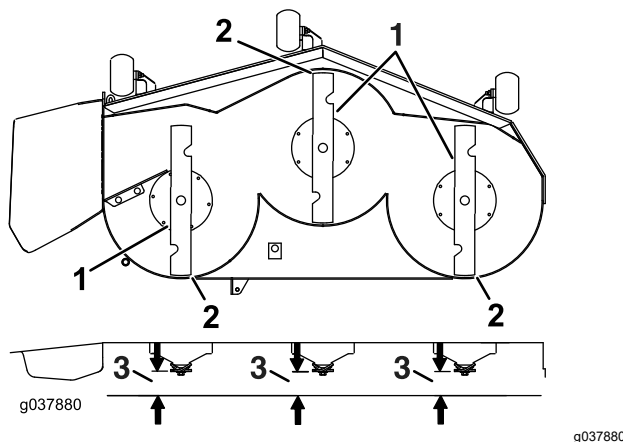

Figure 105
7. Vérifiez l'inclinaison avant/arrière des lames (Figure 105). Vérifiez que la pointe avant de la lame est plus basse que la pointe arrière, comme montré dans le tableau de hauteur de cales et d'inclinaison. Si un réglage est nécessaire, poursuivez cette procédure.